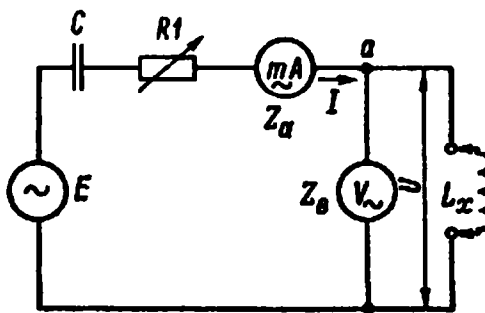

Рис. 1.8. Схема измерения индуктивности
7. Схема косвенного метода измерения индуктивностей (метод вольтметра-амперметра) приведена на рис. 1.8.